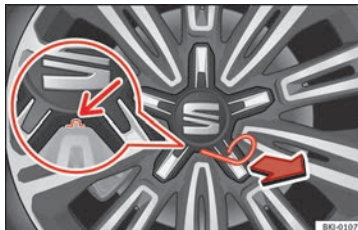

Bild 77 Ta bort den centrala navkapseln.
- Fäst trådbygeln (fordonsverktyg » bild 75 ⑥) i det avsedda urtaget » bild 77.
- Dra i den för att ta bort navkapseln » bild 77.